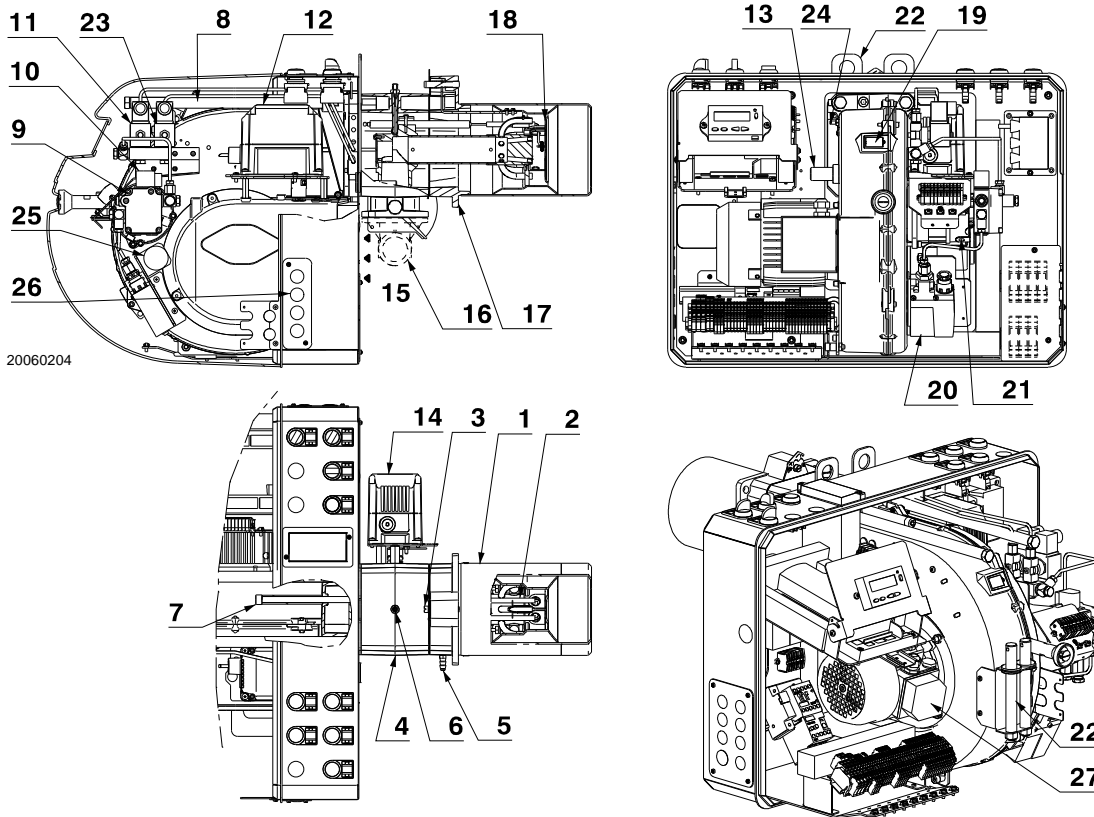

Fig. 3
(1) Condiciones de referencia: temperatura ambiente 68° F (20° C) - Presión barométrica 394" CA - Altitud 329 pies.
(2) Presión en el punto de prueba 7) (Fig. 3 en página 8), con presión cero en la cámara de combustión y a la mayor potencia del quemador.
(3) Presión del sonido medido en el laboratorio de combustión del fabricante, con el quemador funcionando en caldera de prueba y en la máxima potencia nominal.
(4) Equivalente a valores Btu que se basan en 1 USGPH = 140.000 Btu/h.